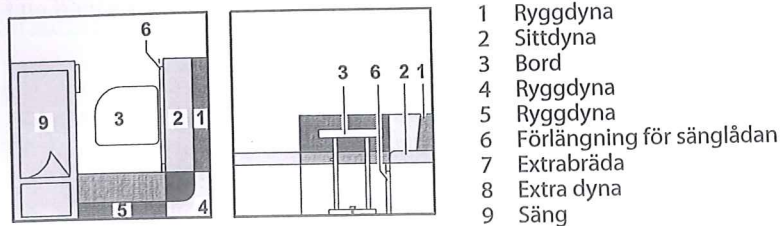

Bild 74 Före ombyggnaden
- Bygg om bordet (Bild 74,3) till sängbotten (se avsnitt 7.8).
- Drag ut sänglådornas förlängning (Bild 74,6).
- Tag bort ryggdynorna (Bild 74,1 och 4).